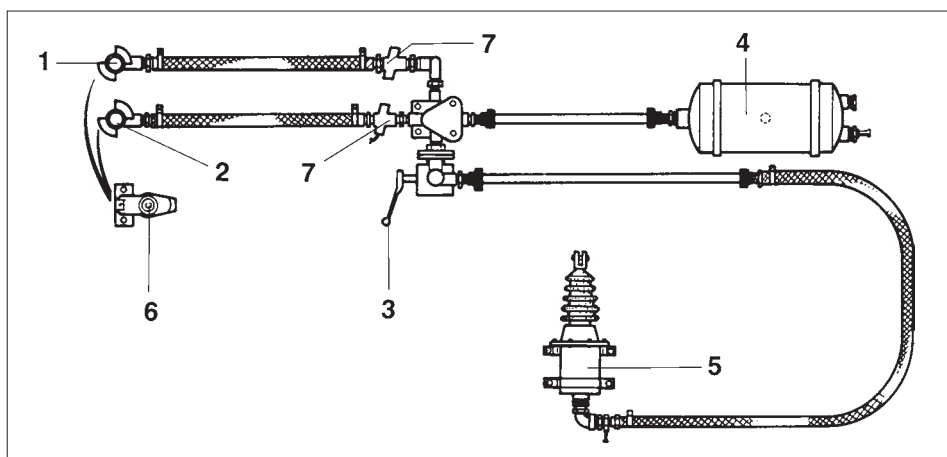

Рис. 17.6
2. Перед подключением проверьте соединительные головки на чистоту и обратите внимание на их правильное введение в паз. Соединительная головка для тормозной системы (рис. 17.6/1) маркирована желтым цветом. Соединительная головка для питающей магистрали ресивера (рис. 17.6/2) маркирована красным цветом.
4. Осуществляйте контроль за положением рукоятки регулятора силы тормоза (рис. 17.6/3)!
5. Если необходимо, осушите ресивер (рис. 17.6/4)!
7. Контролируйте длину хода поршня тормозного цилиндра (рис. 17.6/5)! Длина его хода не должна превышать двух третей, в противном случае отрегулируйте тормоза! Поврежденные пылезащитные оболочки замените на новые!
8. После отключения соединительные головки закройте, соответственно закрепив их в холостых соединителях (рис. 17.6/6) на разбрасывателе ZG-B!
1. Проверьте и прочистите насадки трубопроводных фильтров (рис. 17.6/7)!